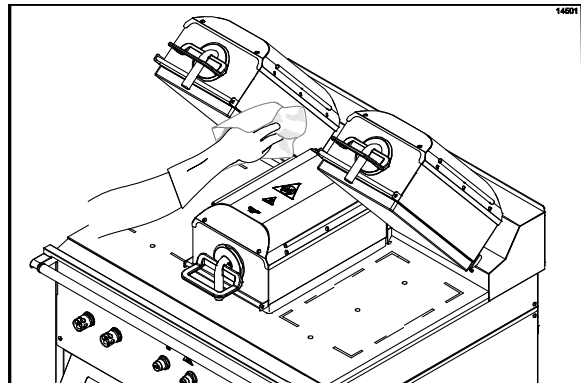

Figura 64
- apropriado para o grill e umedecido com sanitizante. (Veja a Figura 64.)